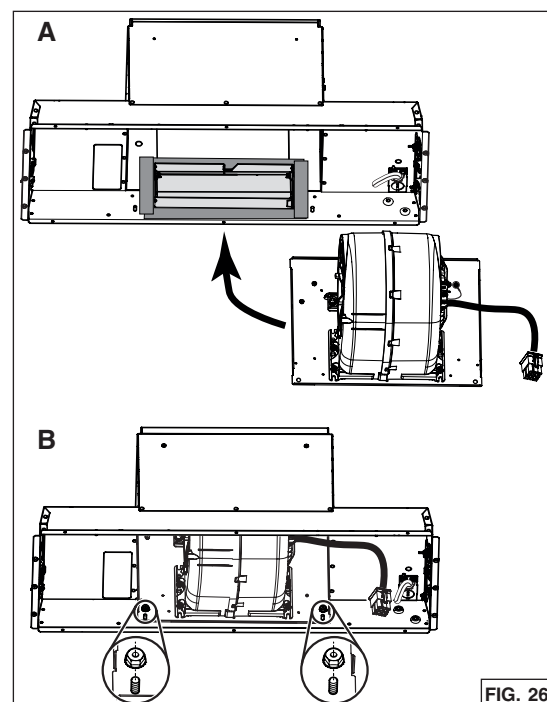

FIG. 26
5. Insérer le ventilateur avec sa plaque à l'intérieur de la hotte, à l'endroit où se trouvait la plaque arrière (A). Fixer la plaque à la hotte avec les 2 écrous retirés précédemment à l'étape 7 en page 9 (B) (FIG. 26).